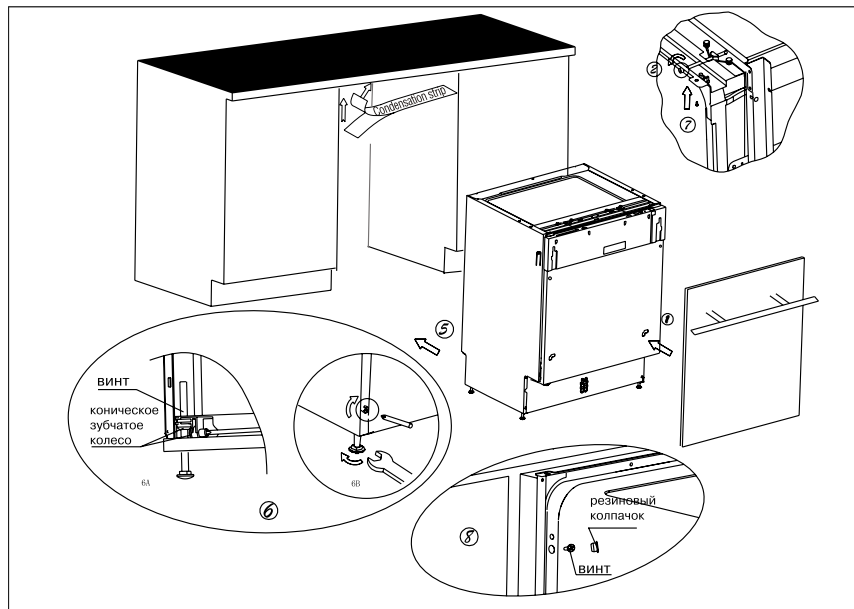

Рис. 7. Последовательность установки посудомоечной машины
1. Используя скобы, прикрепите декоративную дверцу от вашей мебели к дверце машины (см. п. 1 на рис. 7).
стрелки для того, чтобы ослабить пружины дверцы. Невыполнение данной операции может привести к повреждению посудомоечной машины (см. п. 2 на рис. 7).
6. Поместите посудомоечную машину на направляющие (см. п.4 на рис. 7).
9. Выровняйте машину. Задние ножки можно регулировать винтами, расположенными спереди (см. п. 6а на рис. 7). С помощью ключа отрегулируйте передние ножки (см.п. 6в на рис. 7).
A. Если у Вас столешница из дерева или ДСП, прикрутите машину к ней шурупами по дереву, будьте осторожны, вес машины может вырвать шурупы из дерева (см. п. 7 на рис. 7).
B. Если у Вас мраморная или гранитная столешница используйте скобы, чтобы прикрепить машину к стенам соседней мебели, при этом необходимо закрыть винты резиновыми шляпками, чтобы не повредить столешницу (см. п. 8 на рис. 7).